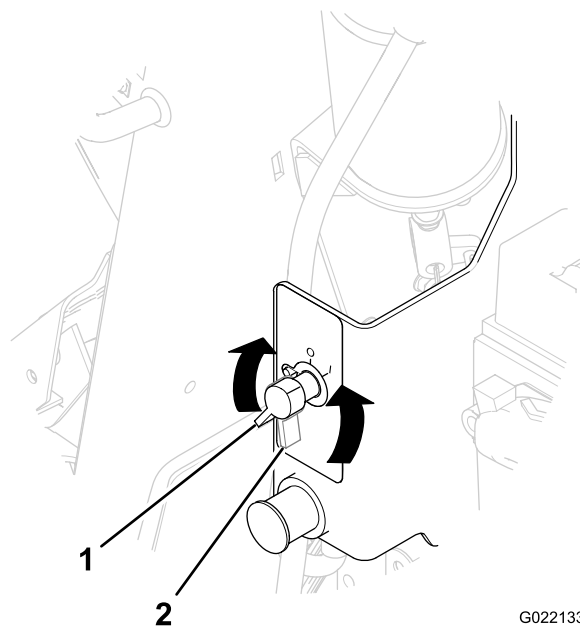

Рисунок 60
2. Поверните переключатель отсоединения аккумулятора в положение «Выкл.» (Рисунок 60).